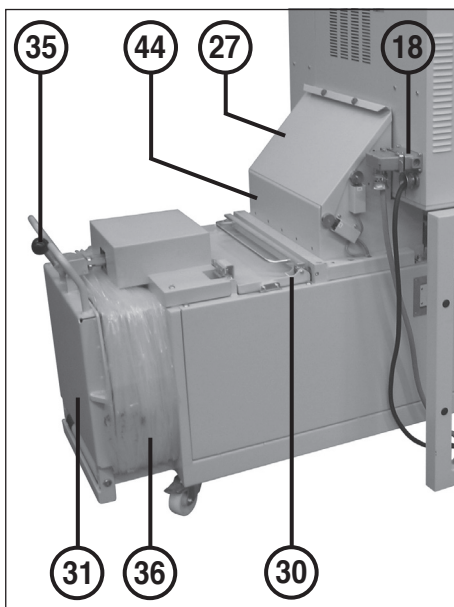

Fig. 2
Cuando la cámara dentro del embudo (44) (fig. 2) está llena por completo con material cortado debido a una retención de material en la apertura de alimentación del compactador, la instalación se desconectará debido a la tapa de cubierta levantada (27) (fig. 2). El indicador de control (13) "Retención en la salida" **parpadea**.
- a) el interruptor principal (1) está conectado,
- b) el interruptor de bloqueo (2) está des-bloqueado,
- c) la regleta de parada de emergencia (14) está extraída y
- d) la llave de accionamiento de la pieza de bloqueo del interruptor de fin de carrera (19) está metida en el interruptor de fin de carrera del compactador (fig. 2).